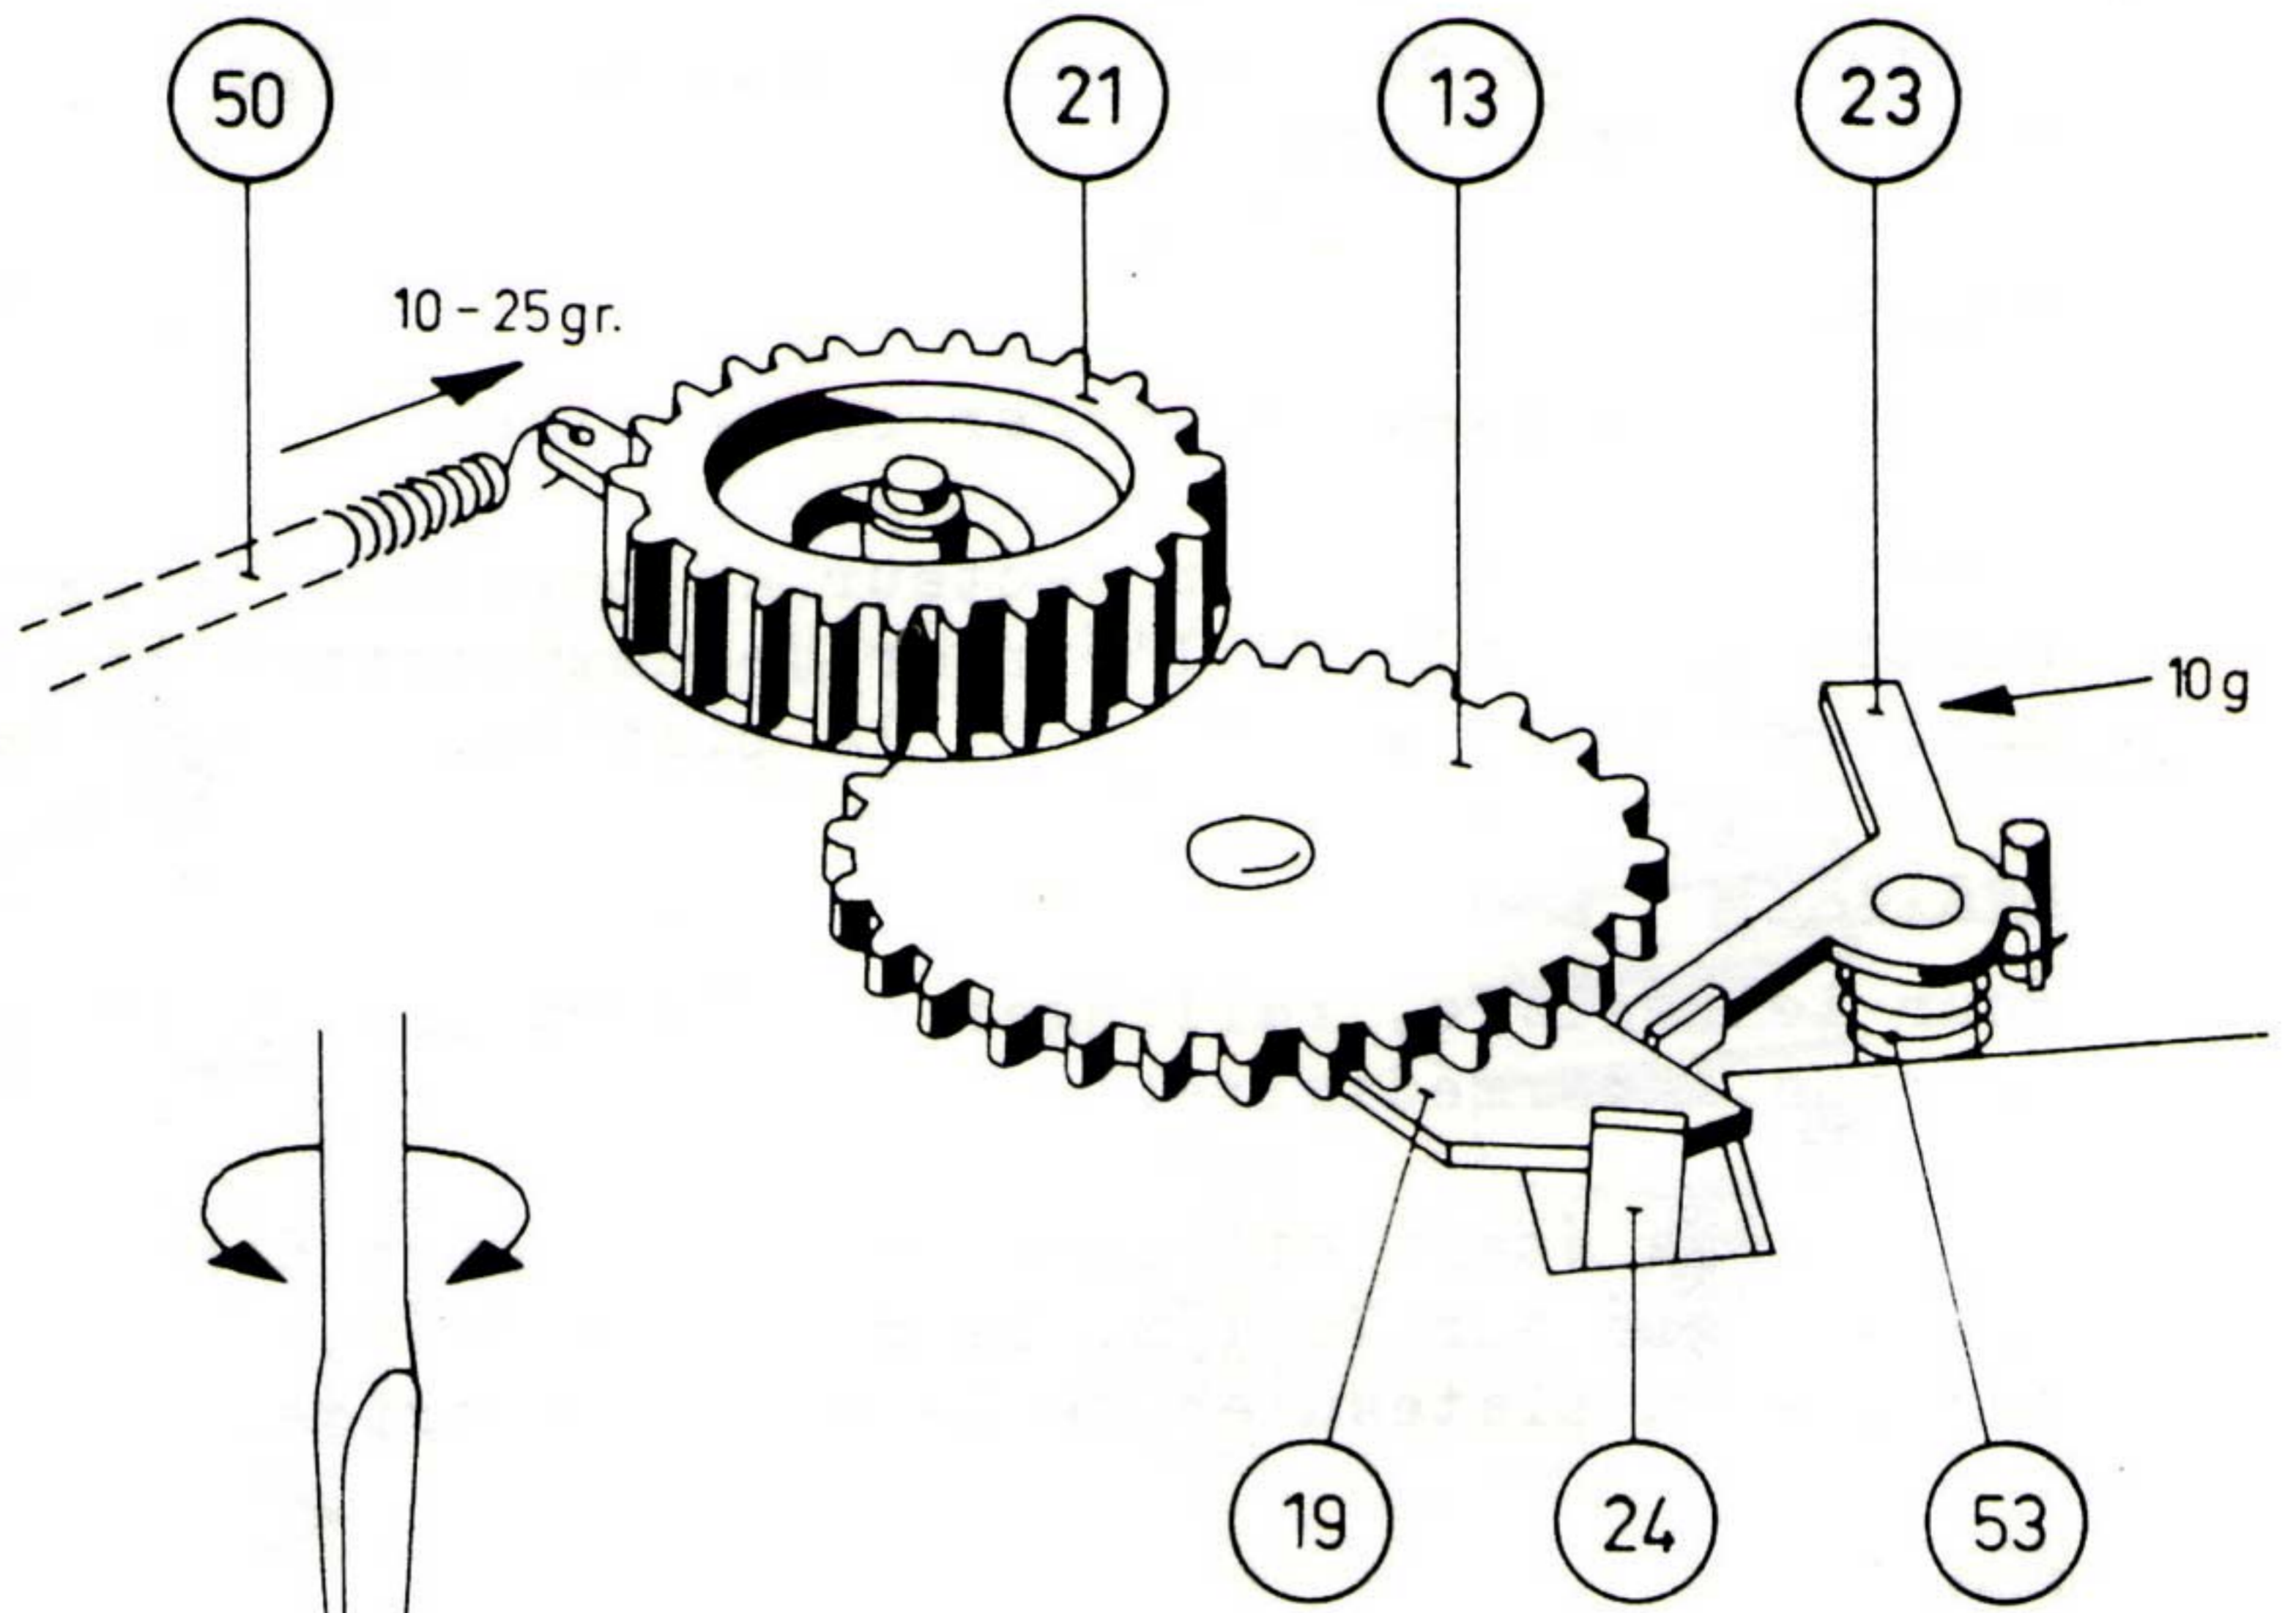

Fig.9
4. La tension mécanique préalable du ressort de traction fixé à l'étrier 19 de la roue dentée doit être de 10 à 25 g. mesurée sur la butée (voir la fig. 9).